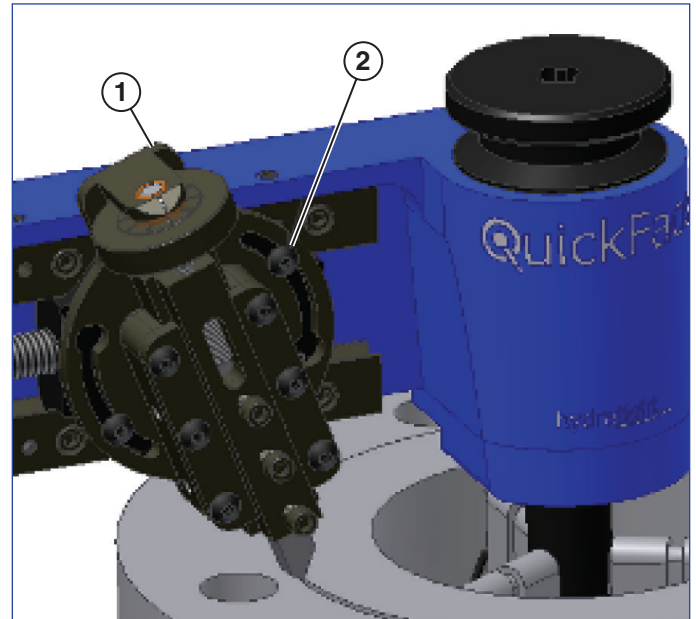

Figura 11
2. Solte os parafusos do cursor giratório para incliná-lo. O ângulo preferido do cursor está entre 10 a 30 graus da perpendicular. Certifique-se de que o cursor tem inclinação suficiente para atravessar a superfície completa em uma operação contínua sem se desviar do curso (ver Figura 11). "QuickFace" corta do D.E. em direção ao D.I.